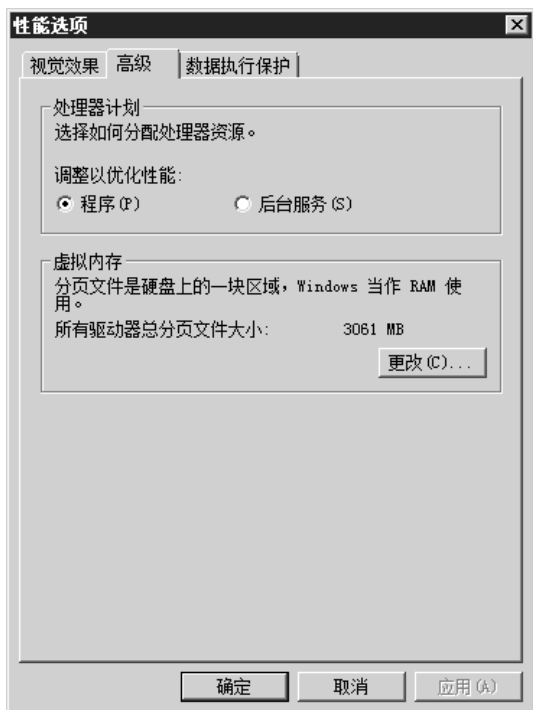

图 2.3.4 “性能选项”对话框
Step5. 在如图 2.3.4 所示的“性能选项”对话框中单击 **高级** 选项卡, 在 **虚拟内存** 区域中单击 **更改(C)** 按钮, 系统弹出“虚拟内存”对话框。